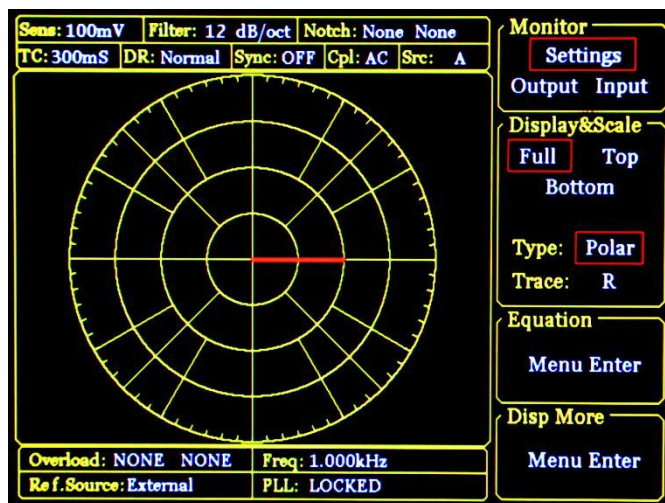

图 26. <Full>-<Polar>显示
1)<Polar>: 极坐标图, 图形指针可根据实际的<R>值改变长度, 根据值< θ >来绘制指针的角度, 其中还能查看到<X>、<Y>值的大小, 十分方便直观。如图 26 所示。